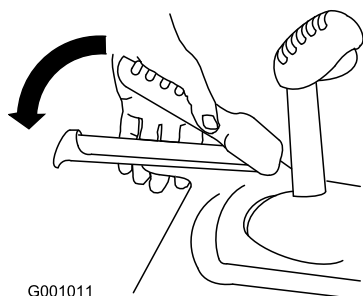

Bild 28
2. Kuppeln Sie den Fahrtriebshebel ein und halten ihn fest (Bild 28).